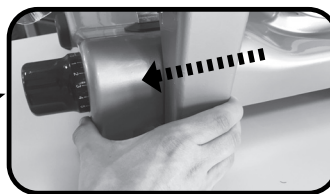

Fig. 2
- *Pull the carriage (7) toward the graduate knob (6) and rotate the carriage (7) - Fig. 2 / 3.*
- Spingere il carro (7) verso la manopola (6) e far ruotare il carro (7) - Fig. 2 / 3.